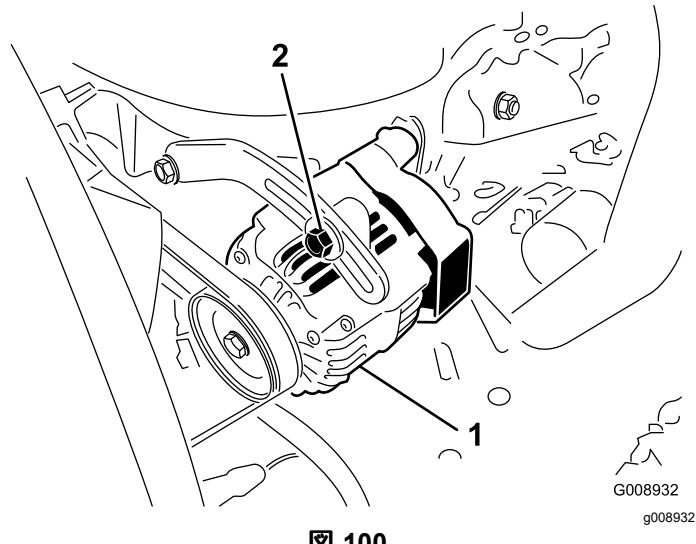

図 100
オアウタネータのベルト図 100は100運転時間ごとに点検します。
2. たわみが10 mmでない場合には、オルタネータ取り付けボルトをゆるめる図 100。